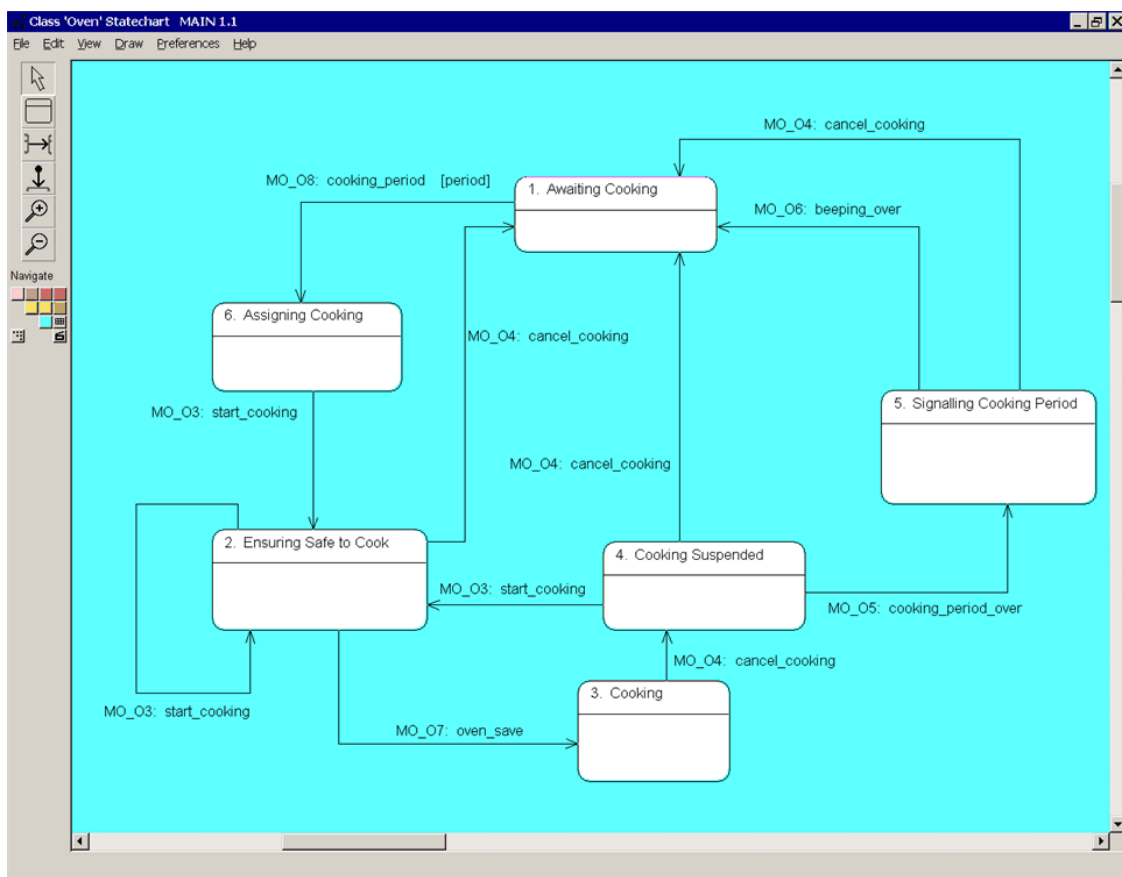

図 6-6: すべての遷移が定義された状態
- ☐ 図 6-6 に示すように、状態の間に遷移を作成し、該当するイベントを各遷移に割り当てます。操作が終了すると、ステートチャートはこの図のようになります。